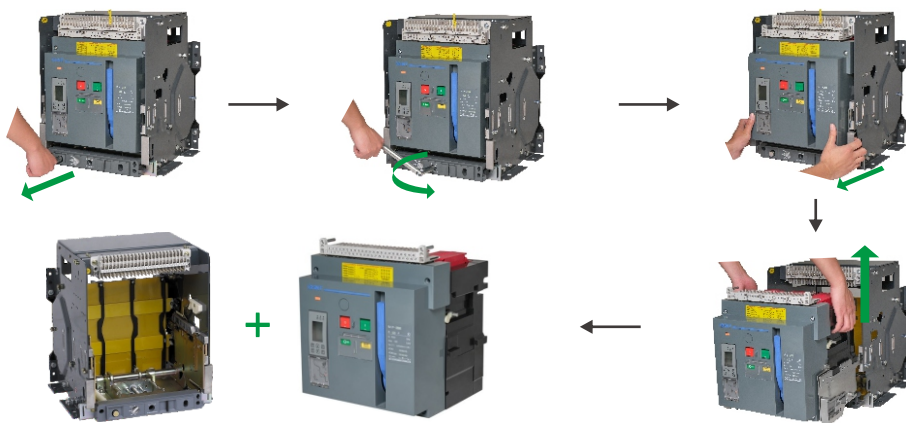

图23 取出断路器本体操作
- 将断路器本体从抽屉座中取出(图23)：抽出手柄；并将手柄六角头完全插入抽屉座手柄孔内，逆时针转动手柄，将断路器本体从“连接”位置移动至“分离”位置；将手柄拔出后，按图示拉出断路器本体(NA1P—1000型先按下按钮)，本体向外拉出，注意拉出断路器本体时，由于重心前移，要注意防止断路器倾倒及跌落；将断路器本体从抽屉内取出，然后将抽出导轨推回原处。